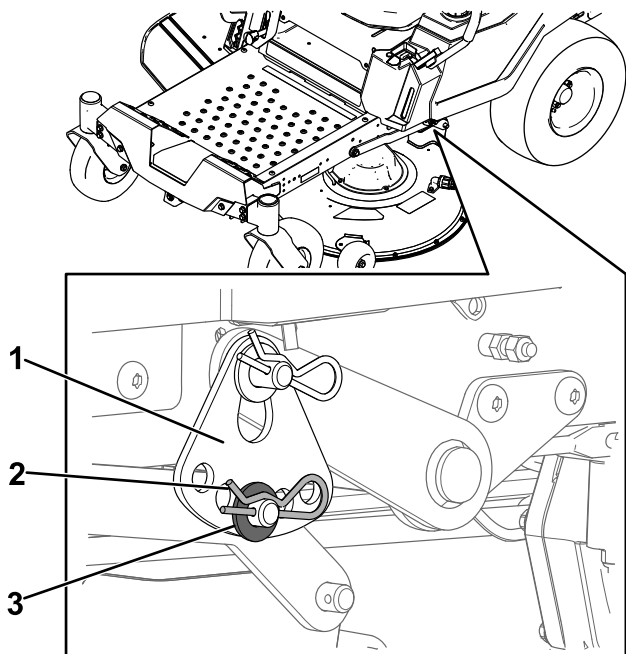

**Figura 61**
4. Coloque dos bloques de 6.6 cm (2 5/8") de grosor debajo de cada lado del borde delantero de la carcasa, pero no debajo de los soportes de los rodillos protectores del césped (Figura 61).
5. Coloque dos bloques de 7.3 cm (2 7/8") de grosor debajo del borde trasero del faldón de la carcasa de corte (Figura 61).